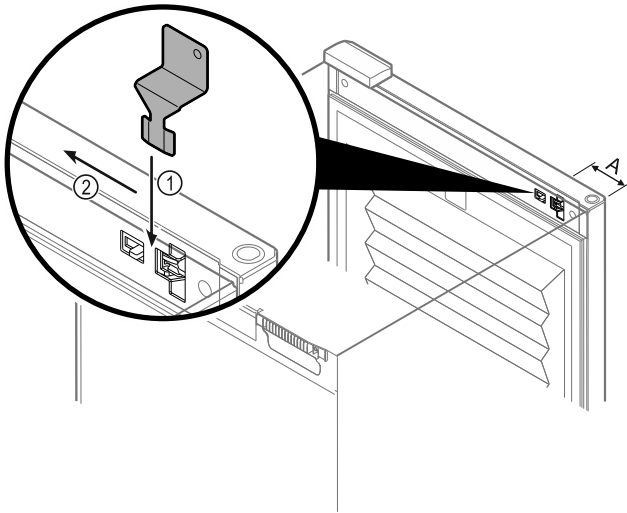

Fig. 164
- ▶ Notentriegelungsschlüssel an vorgegebener Stelle positionieren Fig. 164 (A) ≈ 100mm.
- ▶ Notentriegelungsschlüssel zwischen Tür und Gerätekorpus von oben bis zum Anschlag einstecken Fig. 164 (1).
- ▶ Notentriegelungsschlüssel in Richtung Scharnierseite ziehen Fig. 164 (2).